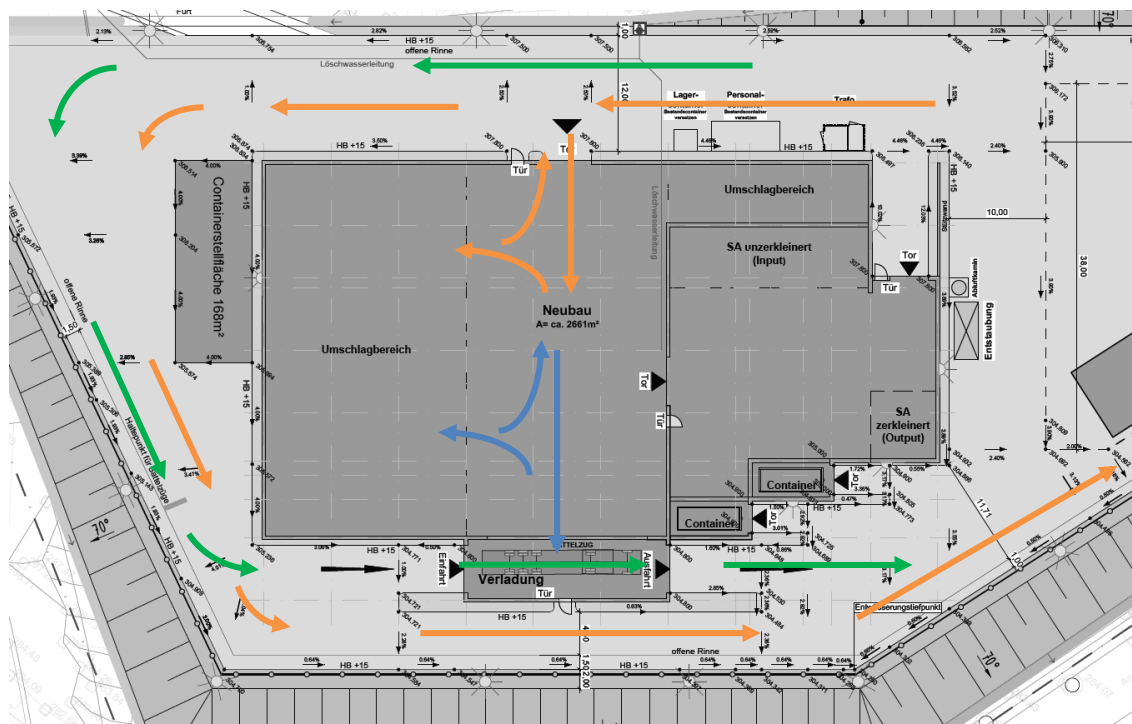

Abbildung 1: Auszug Lageplan G 04, Quelle: SCHIRMER UT, bearbeitet
- (1) Die Anlieferfahrzeuge (Abb. 1, orange Pfeile), z.B. Sammelfahrzeuge warten vor der zentralen Hallenzufahrt und melden sich beim Personal; nach Erfordernis erfolgt eine Datenerfassung.
- (2) Nach Aufforderung fahren die Anlieferfahrzeuge einzeln in die Halle ein und kippen im zugewiesenen Umschlagbereich ab. Die Umschlagbereiche sind durch Betonformsteine voneinander getrennt und werden je nach betrieblichem Erfordernis angepasst. Durch das Betriebspersonal erfolgt eine Sichtprüfung des angelieferten Materials.
- (3) Das Anlieferfahrzeug verlässt den Hallenbereich über das zentrale Tor und fährt dann gegen den Uhrzeigersinn um die Halle herum zurück in Richtung Zufahrt / Waage.
- (4) Die Umschlagbereiche der verschiedenen Fraktionen werden auf diese Weise befüllt, bis praktikable Transportmengen erreicht sind. Nach Erfordernis kommt ein Radlader beim Befüllen der Umschlagbereiche zum Einsatz.
- (5) Die Abholfahrzeuge (Abb. 1, grüne Pfeile), z.B. Sattelzüge fahren um die Halle herum, stellen sich im süd-westlichen Bereich auf und melden sich beim Personal; nach Erfordernis erfolgt eine Datenerfassung.
- (6) Nach Aufforderung fahren die Abholfahrzeuge einzeln in den Abholbereich ein.
- (7) Ein Radlader (Abb. 1, blaue Pfeile) entnimmt die Abfälle aus den Umschlagbereichen und befüllt die Abholfahrzeuge von Oben.
- (8) Nach Vollfüllung verlässt das Abholfahrzeug den Abholbereich und fährt in Richtung Zufahrt / Waage.